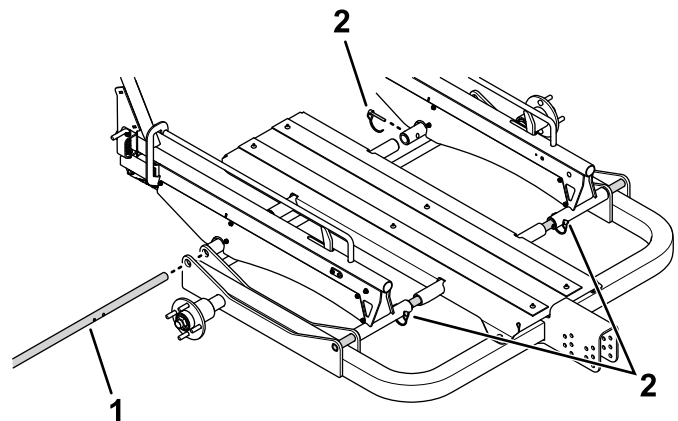

Figure 19
2. Demandez à une autre personne de maintenir en place le kit roues ou le kit glissières et le support central tout en insérant les tiges de support dans les trous du kit, du support central et du cadre principal (Figure 19).